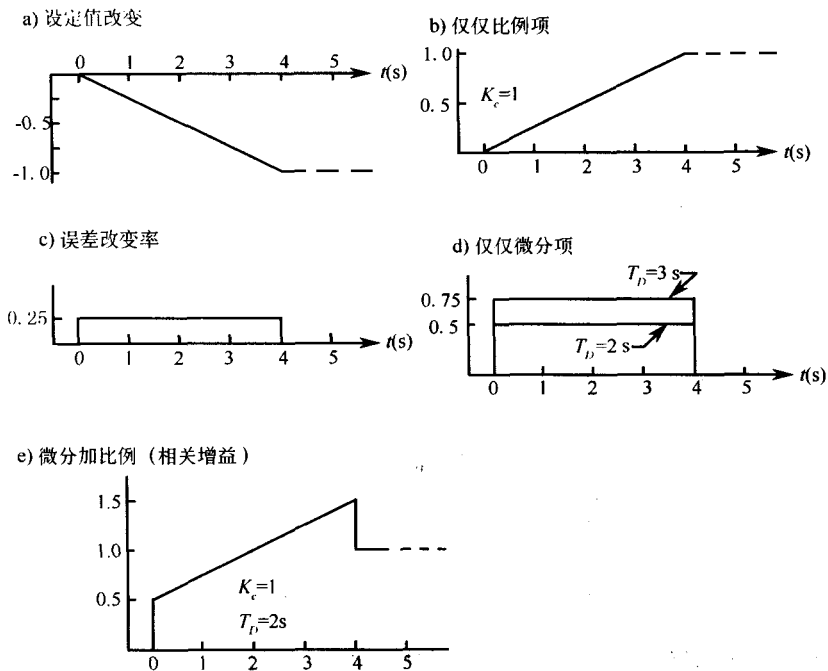

图 12-29 微分项,增加控制变量以响应误差改变 a) 设定值改变; b) 仅仅比例项;
相关增益方程中的微分项的作用与独立增益方程中的一样,除非 PLC 是按分钟来计算误差变化,而且速率增益 ( $T_d$ ) 的单位是分钟,这种情况下就有所不同了。相关增益方程中的速率增益往往定义为:在误差变化速率相同的前提下,要把输出值提高到某一值,含微分项时所节省的时间与只有误差项时所消耗的时间的比①。图 12-29 给出这个复杂的表述的一个形象的解释。图 12-29a 给出了一个匀速变化的设定值曲线,它会迫使台架来回运动。(简单起见)假设由于某些因素,台架现在被困在原处不动,因此位置误差就以恒定的速率在增加,那么只含误差项(其中取  $K_c=1$ )的控制器的输出也就以同样的速率增长,如图 12-29b 所示。既然误差是以恒定的速率增加,那么误差的微分就是定值,如图 12-29c 所示。如果将微分引入,其中取  $T_d$  为 2,如图 12-29d 所示。当设定值开始变化时,控制变量的微分分量就会立刻达到某值,而在未引入微分的情况下需要 2 分钟才能到这个值,所以就花多长时间来达到某个输出值来看,使用了  $T_d$  取值为 2 的微分后,就节省了 2 分钟。依此类推,取  $T_d$  为 3,就会节省 3 分钟。在相关增益方程中,误差要在与  $K_c$  相乘前与微分项相加,如图 12-29e 所示。